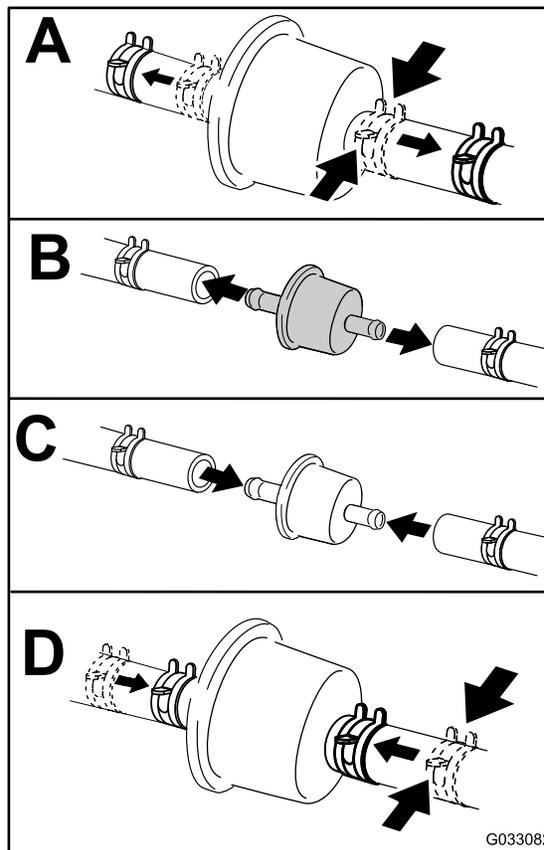

Рисунок 46
3. Замените фильтр (Рисунок 46).